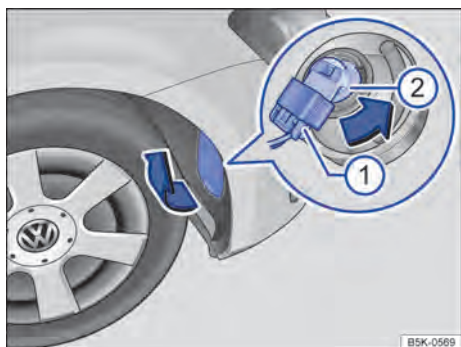

Fig. 243 No protetor da caixa de roda dianteiro direito: substituir a lâmpada incandescente no farol.
3.	Se necessário, levantar com cuidado a cobertura no protetor da caixa de roda, no sentido da seta, com a lâmina plana da chave de fenda das ferramentas de bordo → Fig. 243 .
9.	Encaixar a cobertura no protetor da caixa de roda → Fig. 243 .